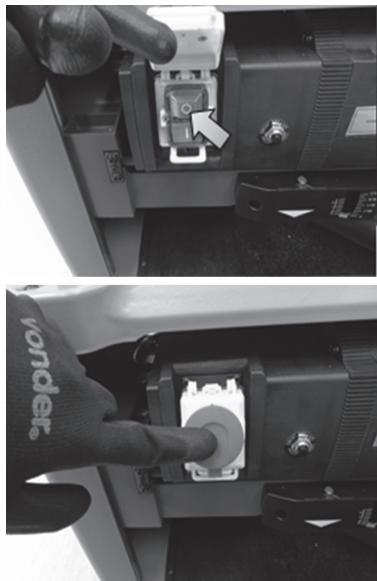

Fig. 12 – Desligando a máquina
4. Para desligar a máquina, abra a capa do interruptor (1) e aperte o botão “0” (vermelho). Em casos de emergência, pressione a capa do interruptor (1). (fig. 12);